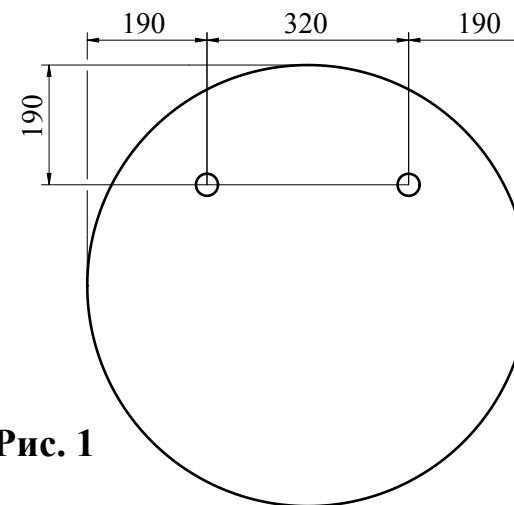

Рис. 1
1. С помощью карандаша и рулетки разметьте стену (Рис. 1). Просверлите два отверстия под дюбель. Вбейте два дюбеля и вкрутите крючки для навесов.